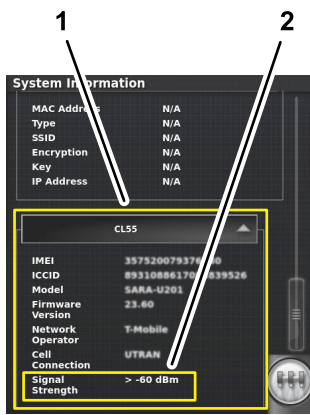

Figure 204
2. Dans l'écran Information système, utilisez la barre de défilement pour naviguer jusqu'à l'icône CL55 (Figure 204).
3. Appuyez sur l'icône CL55 pour afficher l'information de puissance du signal (Figure 204), et vérifiez que la puissance du signal du modem se situe entre -60 dBm et -99 dBm.